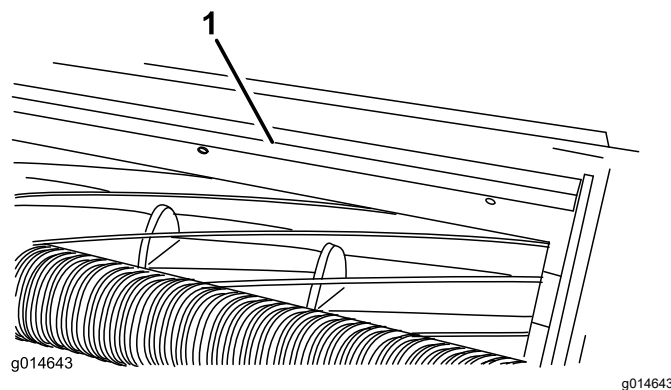

Figura 9
1. Desaperte os parafusos que fixam a barra superior (Figura 9) à unidade de corte.